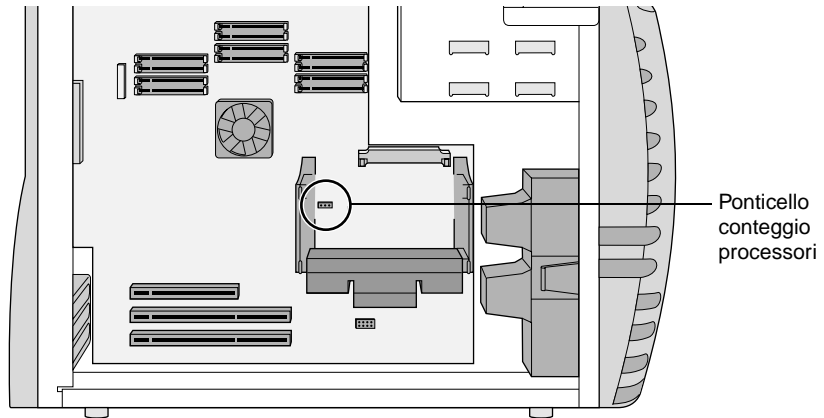

Figura 6-2 Ponticello di conteggio dei processori
Nella Tabella 6-1 è illustrata la corretta posizione del ponticello in funzione del numero di processori. Nella Figura 6-2 è illustrata la posizione del ponticello di conteggio all'interno del sistema.
10. Se nello slot in alto è stato installato un terminatore per processori, verificare che il ponticello di conteggio dei processori si trovi sugli ultimi due piedini a sinistra (vedere la Tabella 6-1 per individuare la posizione corretta del ponticello e la Figura 6-2 per individuare la posizione del ponticello nella scheda di sistema).